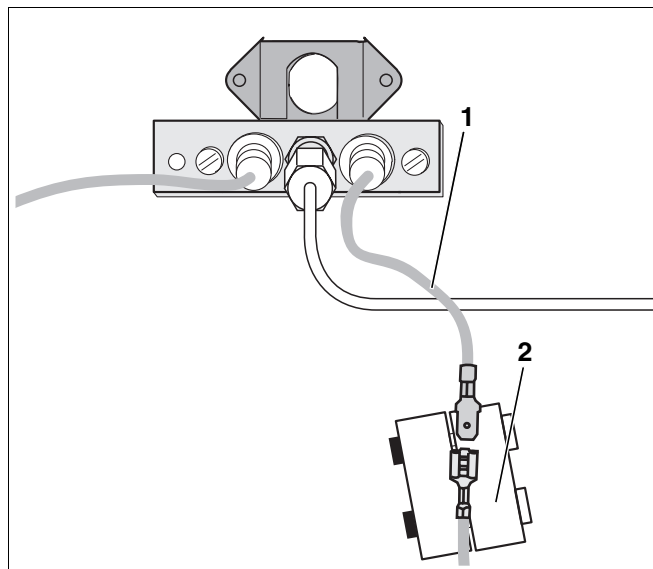

Рис. 11 Удаление защиты от прикосновения
- Удалить защиту от прикосновения (рис. 11, **поз. 2**) на контрольном кабеле (рис. 11, **поз. 1**) и вынуть штекер.